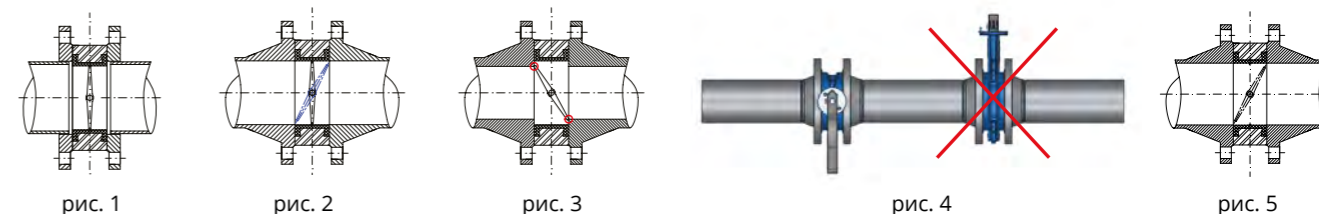

рис. 1
1. Для монтажа межфланцевых дисковых затворов GROSS в системах из стальных труб следует использовать стальные приварные встык (воротниковые) фланцы по ГОСТ 12821-80 соответствующего условного диаметра для всех типоразмеров затворов. **ПРИ МОНТАЖЕ ЗАТВОРОВ УСТАНОВЛИВАТЬ ПРОКЛАДКИ МЕЖДУ ЗАТВОРОМ И ФЛАНЦЕМ НЕ ДОПУСКАЕТСЯ.** Использовать стальные плоские приварные фланцы по ГОСТ 12820-80 для монтажа затворов недопустимо (рис. 1).